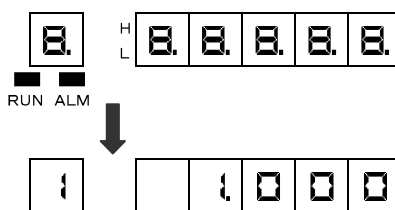

図 6.1 電源 ON 時の表示画面
- (1)ディスプレイ画面 : 状態表示の「RUN」ランプは電源 OFF 以前の状態を保持しています。
- (2)印字データ処理 : 電源 OFF 以前に動作していた印字処理は復電後、再開しません。
- (3)警報、自己診断動作 : 電源 OFF 以前に発生した警報表示・出力等は復帰しません。
- (4)データ表示・チャネル No.表示 : 図 6.1 のようになります。
- ① 停電が生じた場合も、復電後初期化処理を行い、上記の初期状態になります。
- ② 初期化処理において印字データ処理の消去を行うため、印字中に電源が OFF となった場合、復電後は印字動作を継続しません。
- ③ 図 6.1 において、電源投入時データを取り込むまで「0」を表示します。表示桁数は設定により異なります。